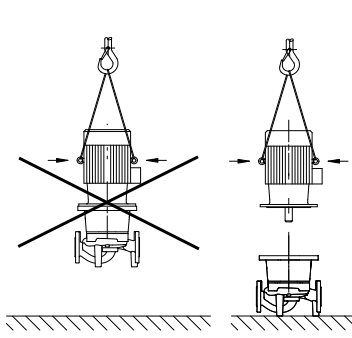

Fig. 7: 모터 운반
- 모터에 있는 운반 고리는 단지 모터의 운반을 위한 것이며 펌프 전체의 운반에는 적합하지 않습니다 (Fig. 7).